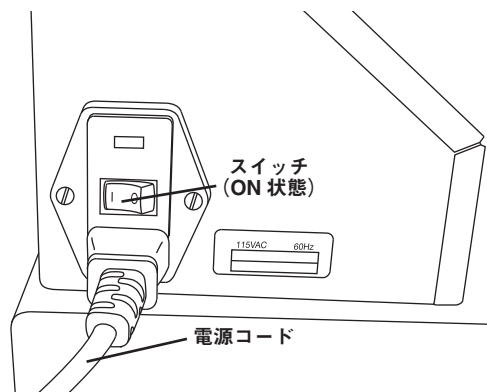

図2
3. 電源コードを加工機側面にある差し込み口に差し込みます。(図2参照)